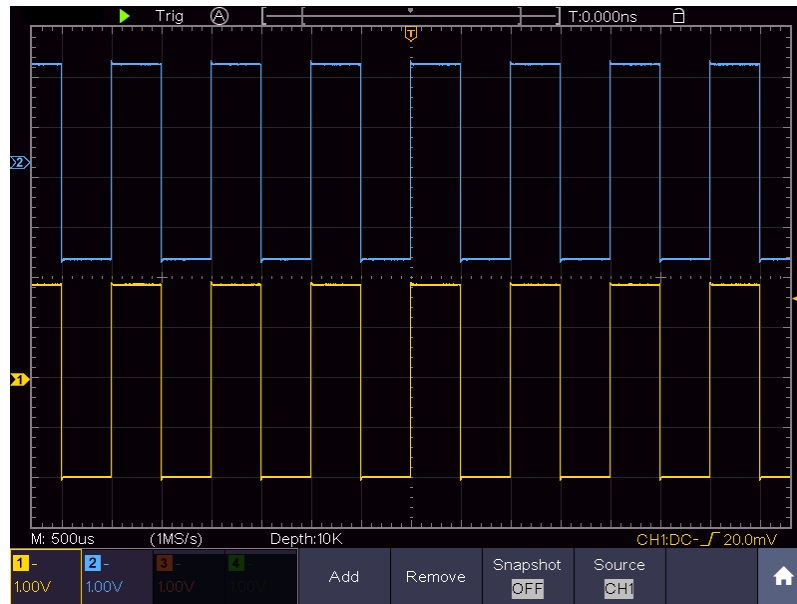

Figure 7-2 アンプ回路のゲインの測定
- (1) **Autoset** ボタンを押して、2 つのチャンネルの波形を適切に表示させます。
- (2) **Menu** をタップしてメニュー・パネルを開き、**Measure** をタップして自動測定メニューを開きます。
- (3) **Add** をタップします。
- (4) 左メニューで **PK-PK** を選択します。
- (5) 右メニューの **Source** をタップして **CH1** を選択します。
- (6) 右メニューの **Add** をタップすると、CH1 の peak-to-peak (ピーク・トゥ・ピーク) が追加されます。
- (7) 左メニューで **PK-PK** を選択します。
- (8) 右メニューの **Source** をタップして **CH2** を選択します。
- (9) 右メニューの **Add** をタップすると、CH2 の peak-to-peak (ピーク・トゥ・ピーク) が追加されます。
- (10) 画面左下から CH1 (入力信号) と CH2 (出力信号) のピーク・トゥ・ピーク電圧値を読み取ります。(see Figure 7-2)
- (11) 下記の式でアンプのゲインを算出します。